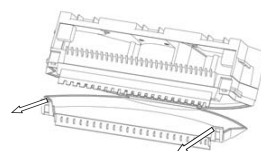

figure 1
A. Poussez à fond le bouton du couvercle du boîtier filtrant [voir la figure 1], nettoyez la boîte filtrante et le chiffon.